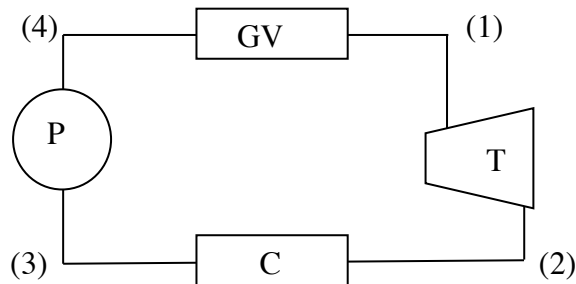

Figure 1
Une centrale thermique élémentaire est une machine motrice à vapeur constituée d'un générateur de vapeur (GV), d'une turbine (T), d'un condenseur (C) et d'une pompe (P). Le schéma de principe est représenté figure 1.